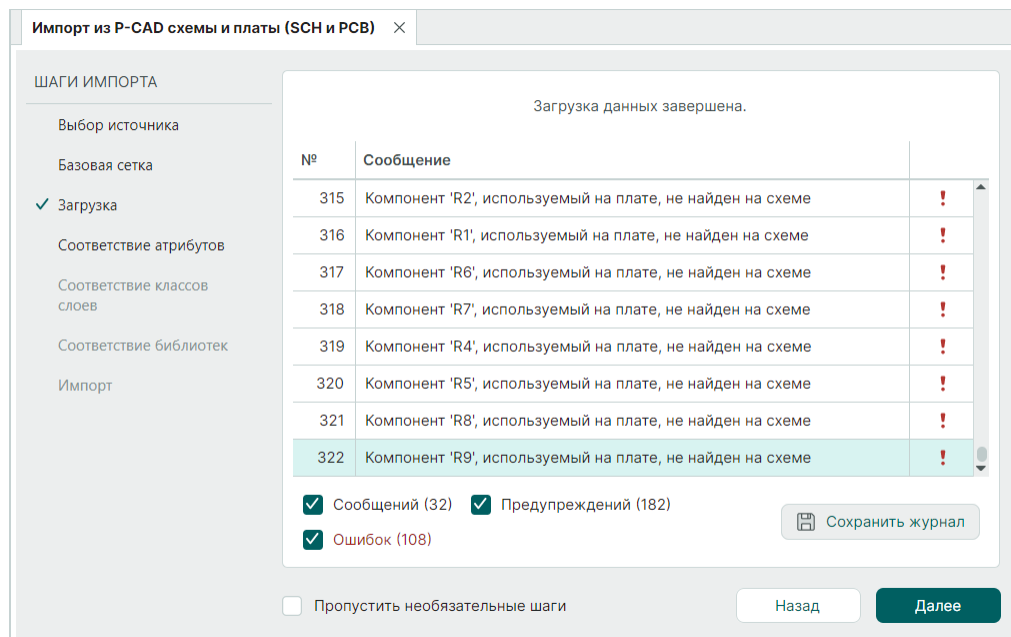

Рис. 34 Завершение загрузки данных
5. Дождитесь завершения процесса загрузки данных, см. Рис. 34.